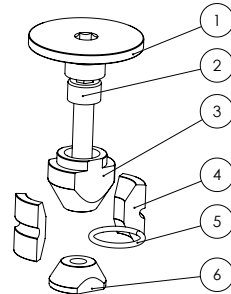

Fig. 12
8 / Agarre el juego en la dirección apretando la cápsula 1 (Fig. 12), con una llave dinamométrica provista de un empalme Allen de 6 mm. **Verifique que esté apretada a un par de apriete de entre 10 Nm (mín.) y 12 Nm (máx.)**.
3 / Afloje el tornillo de bloqueo 2 (Fig. 12) de manera que pueda deslizar el expansor por el pivote de la horquilla sin forzarlo. Antes de insertar el expansor en el tubo de dirección, asegúrese que la tapa esté roscada tres vueltas completas. La rosca se ajustará al cono (3), dejando espacio para comprimir la dirección.
4 / Apriete ligeramente el expansor contra el tubo de dirección, apretando ligeramente el tornillo de apriete. (2) (fig. 12).
5 / Desmonte la cápsula 1 (Fig.12) del expansor.
6 / Con una llave dinamométrica provista de un empalme Allen de 5 mm, apriete el tornillo de bloqueo 1 (Fig. 12) con un par de **8 Nm**.
7 / Engrase la rosca y la cara interna de la tapa (1) antes de reemplazarla (fig. 12).
1 / Desenrosque el tornillo de bloqueo 2 (Fig. 12) de manera que pueda retirar el expansor de la horquilla.